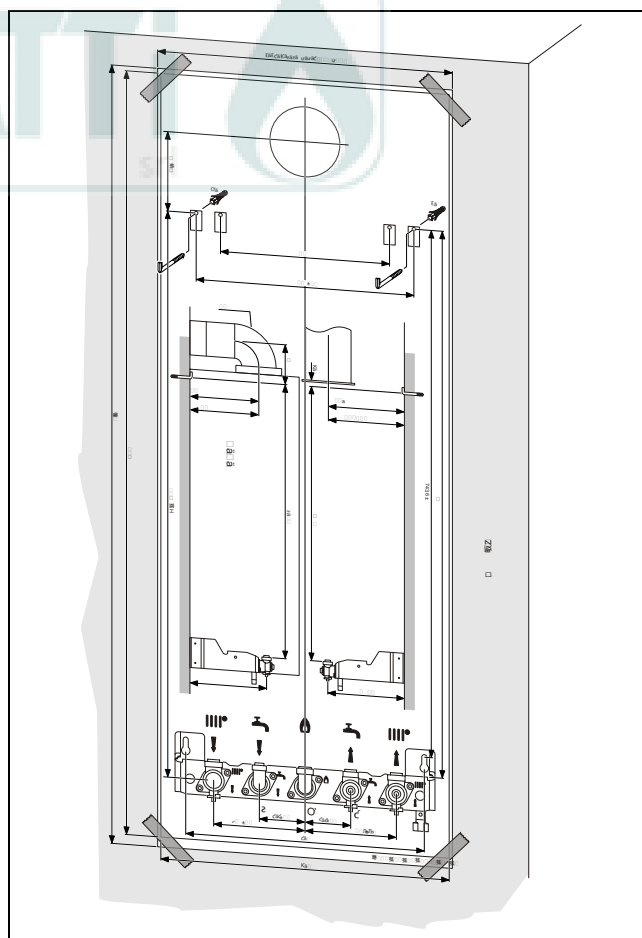

Fig. 6 Dima di preinstallazione
- ▶ In caso di funzionamento senza bollitore, tappare i rif. 2 e 4, vedere Fig. 6 oppure montare tra i due raccordi dei rif. succitati, l'accessorio opzionale n° 1113.